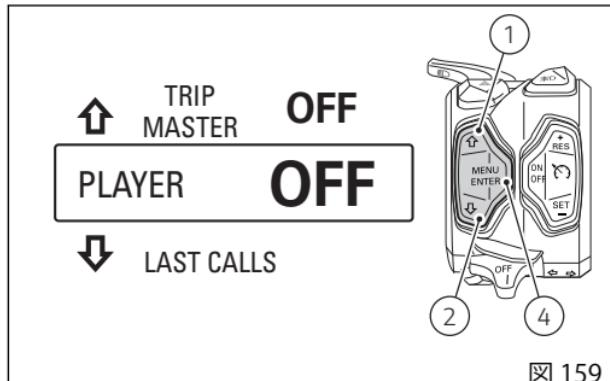
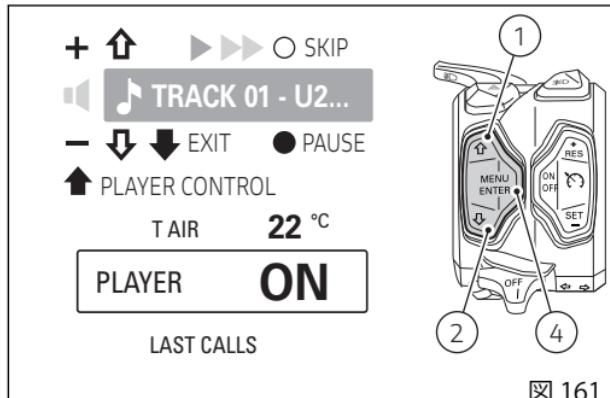

図 159
図 161
プレーヤーが起動していない場合、インストルメントパネルは "PLAYER OFF" の文字を表示します (図 159)。起動するにはボタン(4) を押します。インストルメントパネルは "PLAYERON" の文字を表示し、メニューの上にプレーヤーメニューが現れます (図 161)。
ボタン(4) を押してプレーヤーを停止すると、インストルメントパネルは "PLAYER OFF" (図 159) を表示します。
プレーヤーが ON でプレーヤー操作内にいる時は(図 161)、ボタン(1)、ボタン(2)、ボタン(4)はプレーヤー操作専用ボタンになります。
プレーヤーメニューから出た後にプレーヤーを停止するには、ボタン(4)を押します。インストルメントパネルは“PLAYER OFF”的文字を表示します(図 159)。